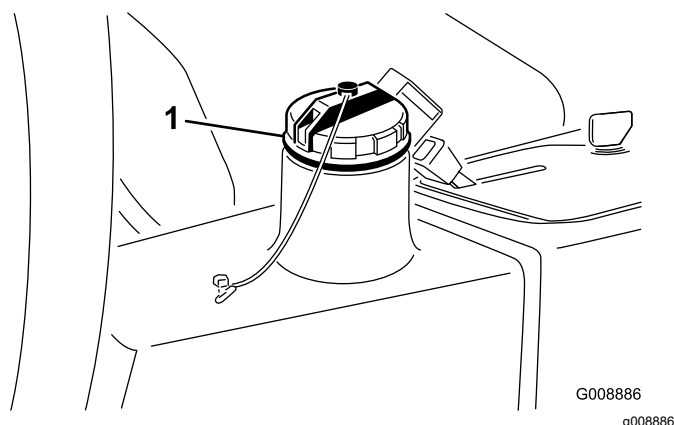

Figura 25
2. Limpe a zona em redor do tubo de enchimento e da tampa do depósito hidráulico (**Figura 25**). Retire a tampa.